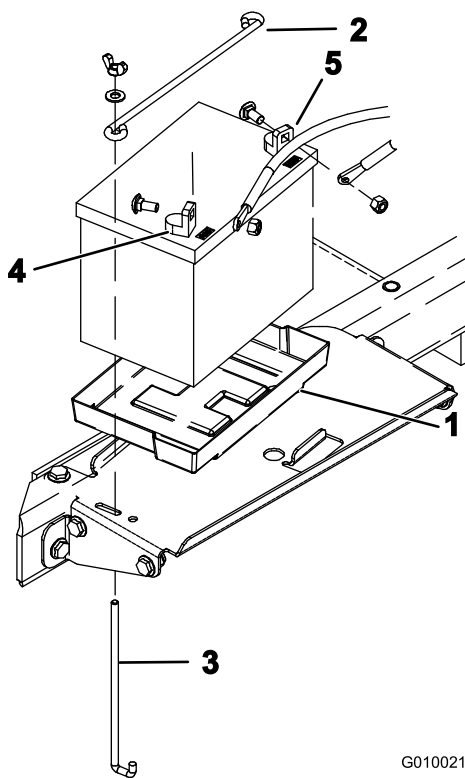

Figura 50
- A. Retire a fixação da bateria e barras da bateria que fixam a bateria ao tabuleiro (Figura 50).
6. Coloque a bateria no tabuleiro do compartimento da bateria como se mostra na Figura 50.